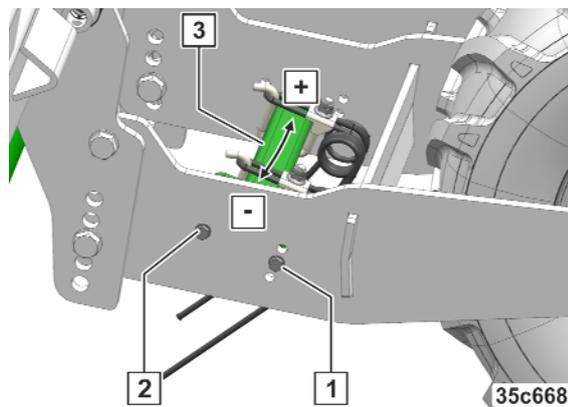

Рис. 200
1. Ослабьте гайку (Рис. 200/2).
2. Ослабьте и извлеките болт (Рис. 200/1).